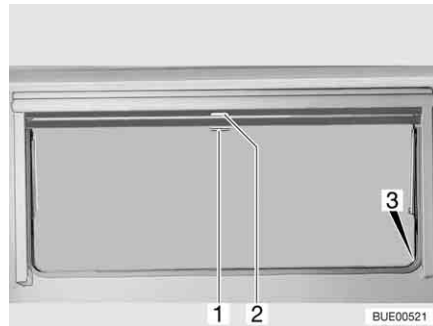

Bild 100 Ausstellfenster
- Verdunklungsrollo am Griff (Bild 100,2) nach unten ziehen. Wenn das Verdunklungsrollo ganz geschlossen wird, das Verdunklungsrollo auf beiden Seiten am Fensterrahmen in die Arretierung (Bild 100,3) einhängen.
- Wenn das Verdunklungsrollo vollständig geschlossen ist: Den Griff (Bild 100,2) nach unten drücken und den Griff dabei leicht nach innen ziehen. Das Verdunklungsrollo aus den Arretierungen links und rechts am Fensterrahmen aushängen.
- Wenn sich das Verdunklungsrollo in Zwischenposition befindet: Den Griff (Bild 100,2) leicht nach unten ziehen, bis sich die Arretierung gelöst hat.
- Insektenschutzrollo am Griff (Bild 100,1) nach unten ziehen und auf beiden Seiten am Fensterrahmen in die Arretierung (Bild 100,3) einhängen.
- Griff (Bild 100,1) nach unten drücken und den Griff dabei leicht nach innen ziehen. Das Insektenschutzrollo aus den Arretierungen links und rechts am Fensterrahmen aushängen.